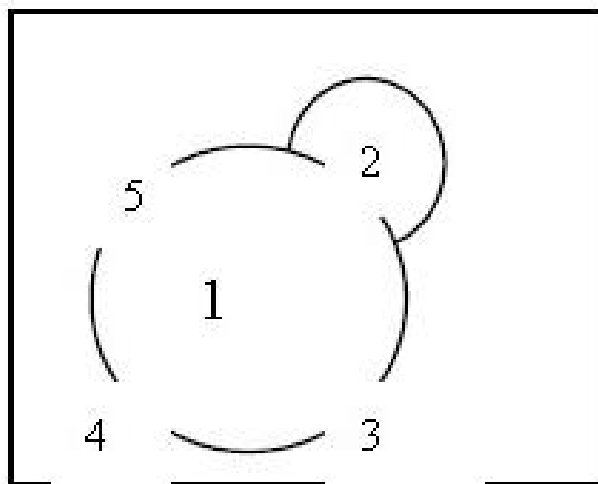

图 2
5个数据点具体位置，请参考见图2：
(2) 向右上移动沥青无核密度仪，大约 50 厘米，至粉笔所画圆形区域外圈，约为两点钟位置，进行第 2 点的测量；
(3) 同上，依照图 2 所示，按照顺时针的方向，依
按照图 2 放置仪器，并进行测试，测试之后数据会被录入仪器之中，用物理方法取出该组沥青芯，对应相应编号。（不得小于三组）↵
- (1) 单次测试：只对一点进行单次测量。
- (2) 连续测试：对一点连续进行 20 次测量。
- (3) 离析测试：用图 2 所示方法进行测量，最后得出最大密度和最小密度。
- (4) 平均测试：对图 2 所示方法进行测量求平均值。按照界面操作提示，如测试五组数据后再按确定键，会自动计算平均值，【←】左键为存储数据，【→】右键为不存储数据从新开始测量。